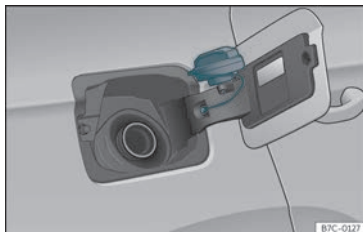

Fig. 181 Tampa do depósito com o tampão encaixado.
- Coloque-a no espaço existente na dobradiça da tampa aberta»» Fig. 181.